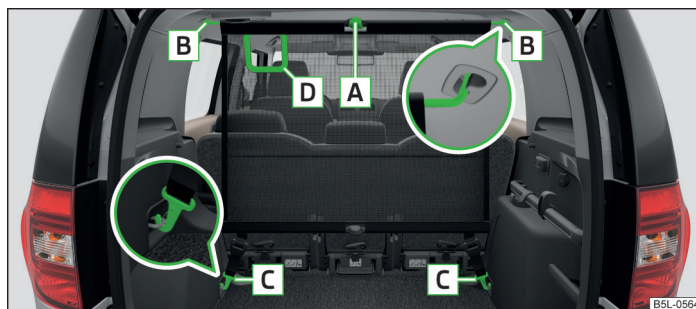

Fig. 83 Utilizarea peretelui despărțitor din spatele banchetei din spate
- › Așezați bara transversală în prinderea **B** » fig. 83, mai întâi într-o parte și apăsați-o spre înainte. Așezați în mod similar bara transversală în cealaltă parte, în prinderea **B**.
- › Slăbiți chingile de pe ambele părți și desfaceți carabinele **C** » fig. 83.
- › Apăsați tasta roșie a articulației **A** » fig. 83 - articulația se slăbește.
Orificiul **D** » fig. 83 din peretele despărțitor cu plasă servește la trecerea centurii de siguranță cu prindere în trei puncte » pagina 173.